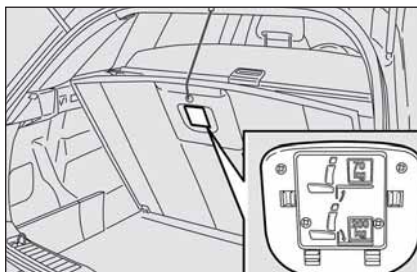

fig. 112
**Le plan de charge du compartiment à bagages, si gardé dans la position supérieure, peut supporter un poids maximum de 70 kg, dans la position inférieure de 200 kg, comme représenté sur l'étiquette prévue située au-dessous du plan de charge (voir fig. 112).**